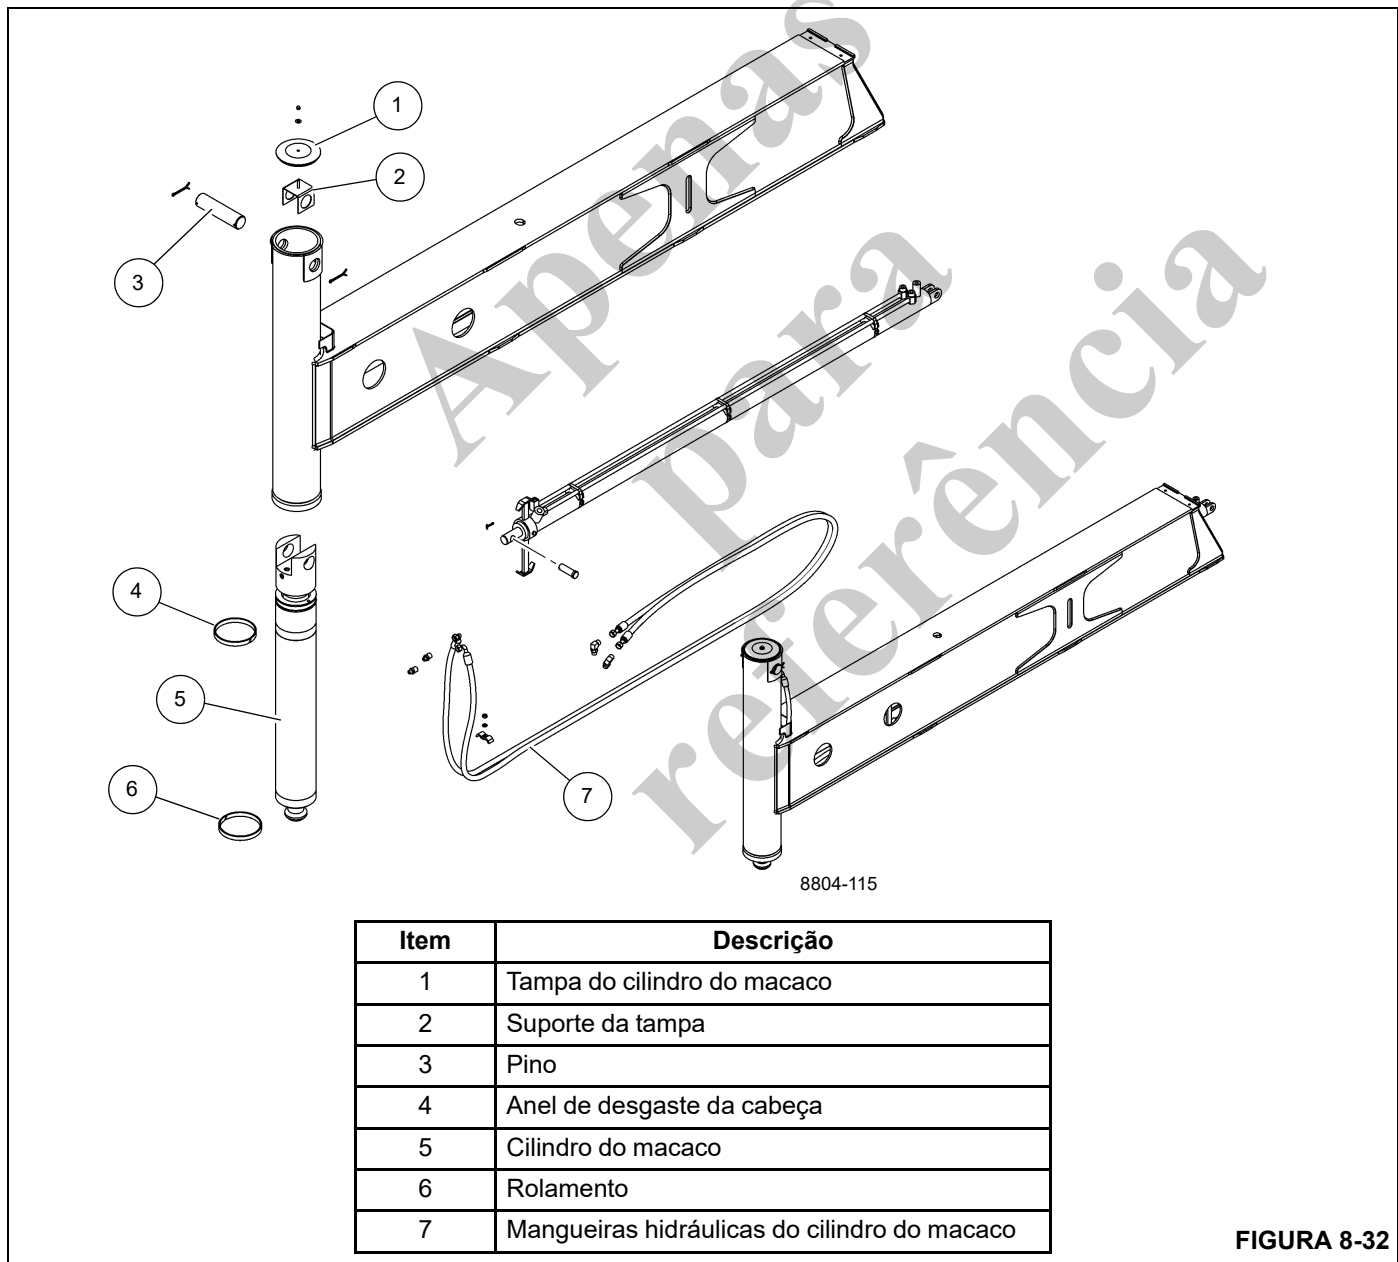

FIGURA 8-32
2. Etiquete e desconecte as mangueiras hidráulicas do cilindro do macaco (consulte a Figura 8-32). Remova as conexões das entradas. Tampe ou coloque um bujão em todas as aberturas.